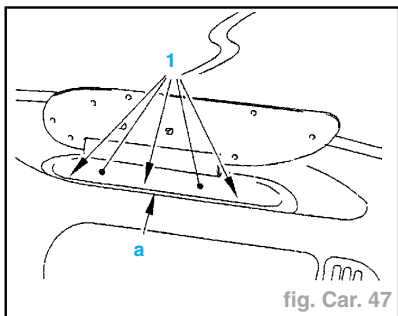

fig. Car. 47
- Déposer les vis (1) fig. Car. 47).